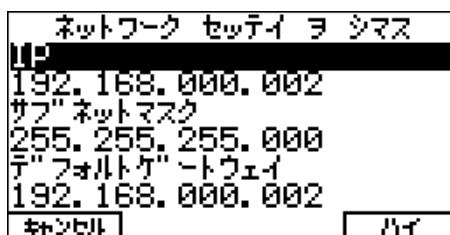

図 4.2.2-1 ネットワーク設定画面
7. **FUNCTION** キーを押して、ネットワーク設定画面を表示します(図 4.2.2-1 参照)。